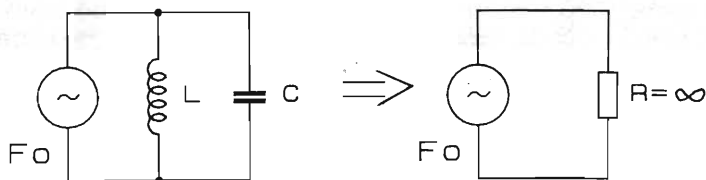

figura 4 - Risonanza in un circuito LC in parallelo ($X_L = X_C$).
– circuito parallelo: alla frequenza di risonanza diventa una resistenza teoricamente infinita (vedi figura 4).